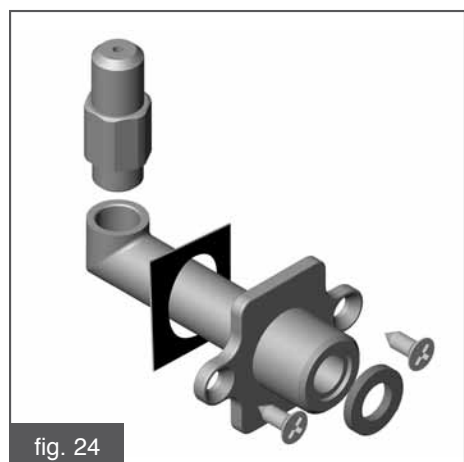

fig. 24
- Per passare da un tipo di gas ad un altro è sufficiente sostituire opportunamente l'ugello del bruciatore principale (fig. 24) come da valori indicati nella tabella dei dati tecnici.